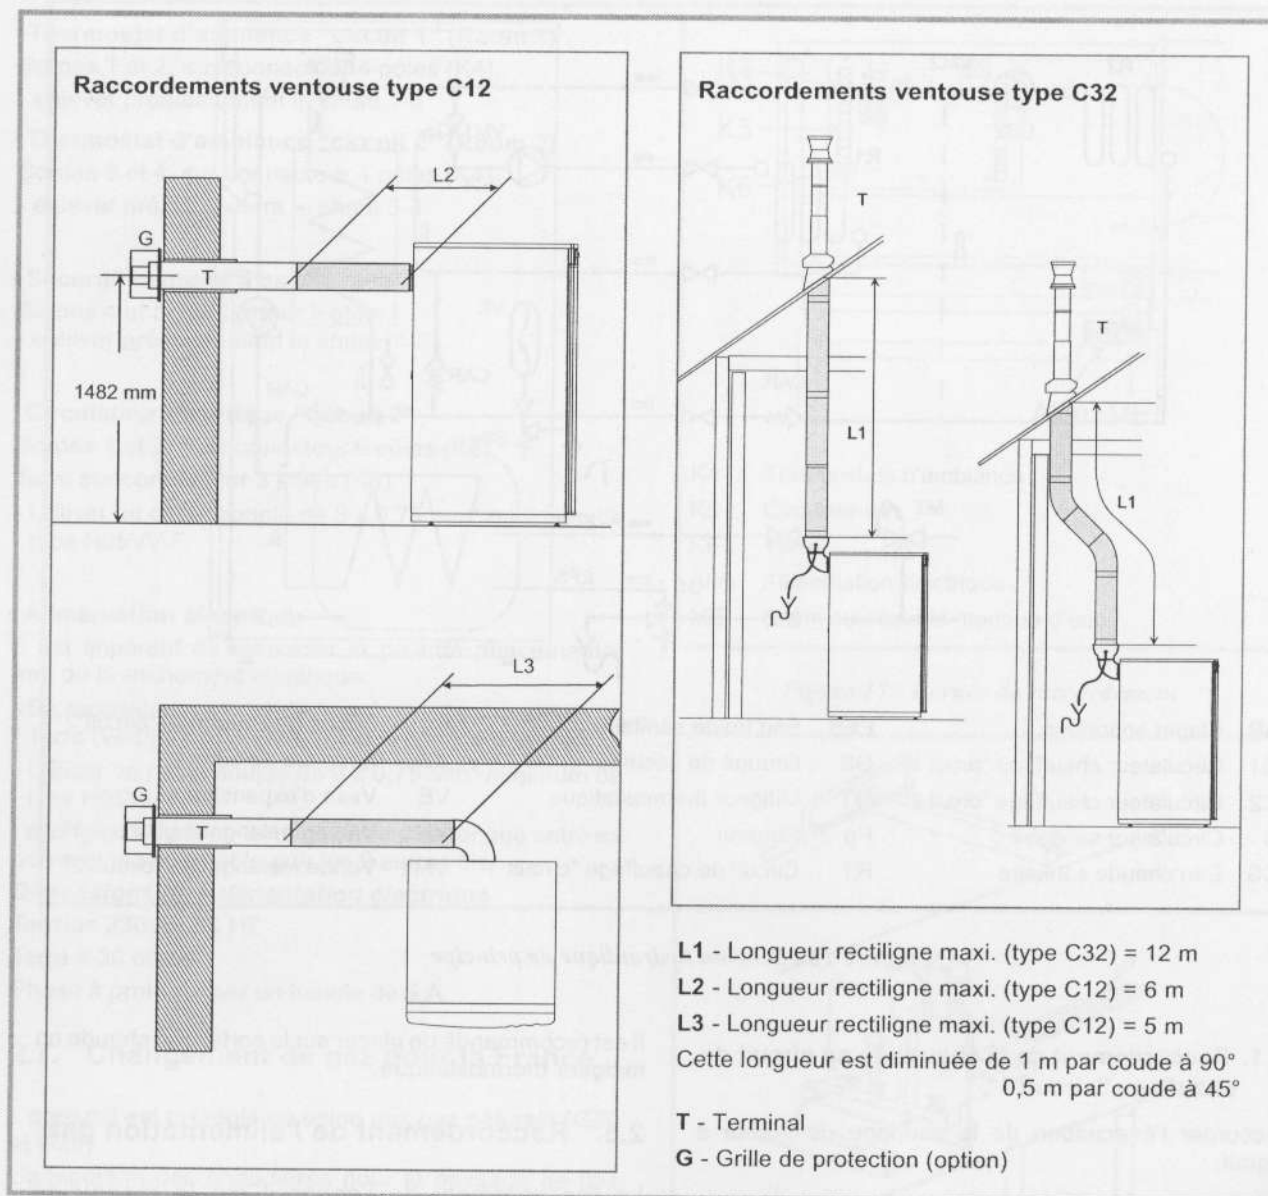

Figure 14 - Possibilités de raccordement
- Respecter les longueurs maxi autorisées, voir figure 14.
- Respecter les longueurs maxi autorisées, voir fig. 14, p. 11.